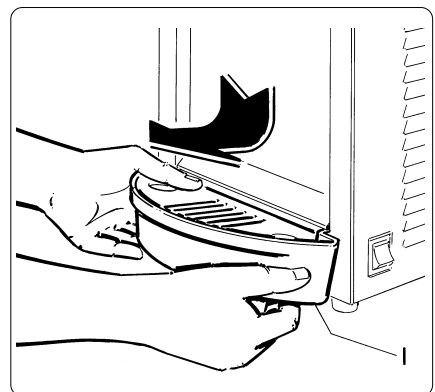

Fig. 9
- Para extraer el recipiente recoge-gotas levantar ligeramente la parte frontal y extraerla (fig. 9).